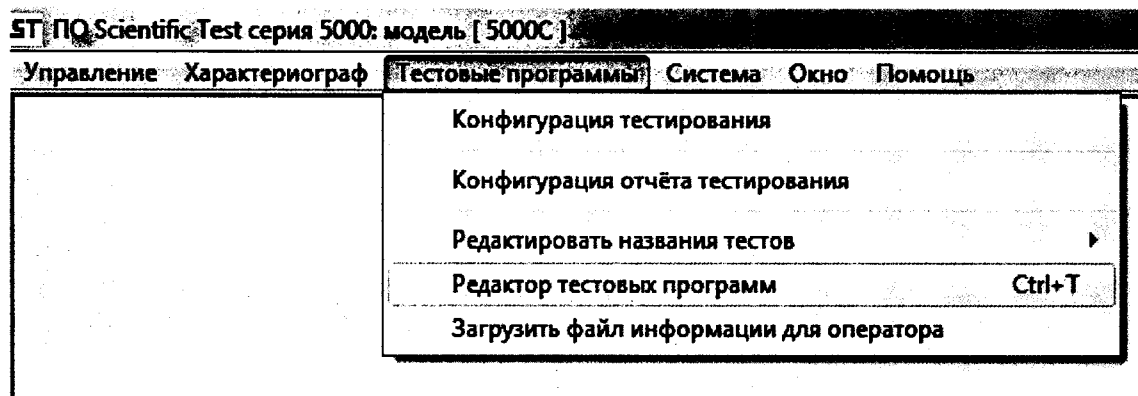

Рисунок 6 – Тестовые программы -> Редактор тестовых программ
- В главном окне программы выберите пункт меню Тестовые программы -> Редактор тестовых программ (рисунок 6).
- а) В главном окне программы выберите пункт меню Тестовые программы -> Редактор тестовых программ (рисунок 6).